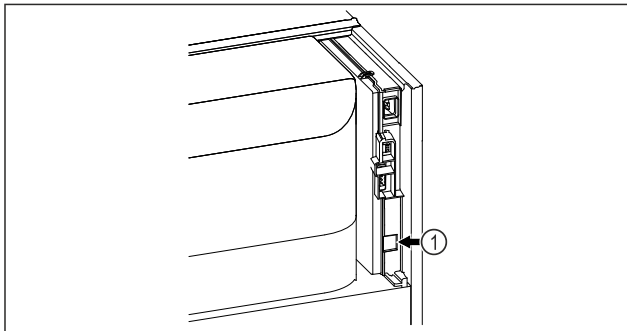

Fig. 100
- A SmartModule Fig. 100 (1) be van helyezve.